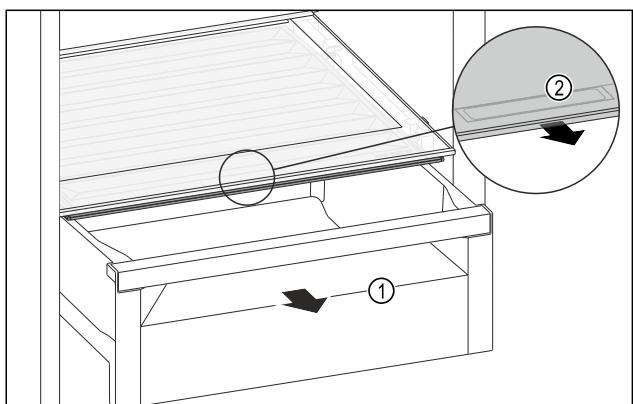

Fig. 137
- Извлеките выдвижной ящик Fig. 137 (1).
- Возьмитесь за утопленную ручку Fig. 137 (2) на крышке отделения и одновременно потяните крышку отделения вперед.